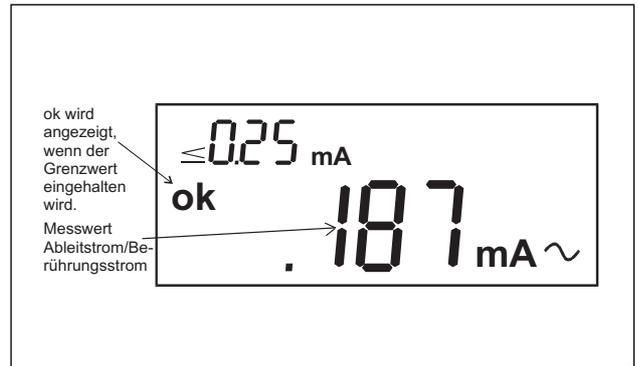

Abb. 7.26
Nach ca. 1 s wird der Messwert angezeigt (Abb. 7.26).
- Die Taste **START/STOP** drücken, um die Messung mit getauschter Phasenlage zu wiederholen, dabei werden die Anschlüsse automatisch umgepolt. Die Anzeige der Phasenlage und der Messwerte erfolgt, wie in Abb. 7.24 und Abb. 7.26 dargestellt.